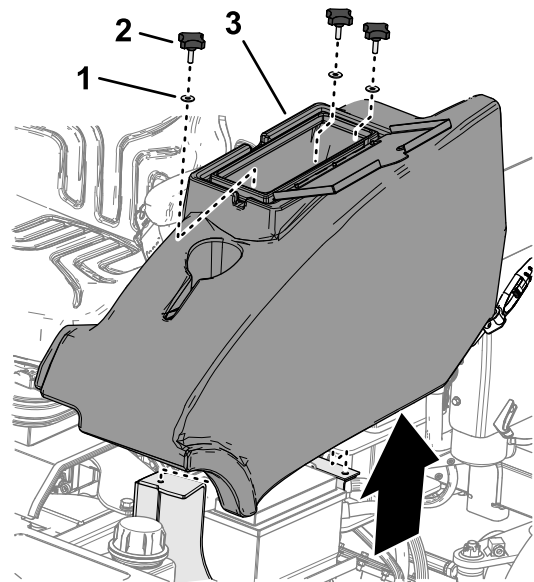

Bild 45
1. Öffnen Sie auf der linken Seite der Bedienerplattform die Klappe zum Ablagefach (**Bild 45**).
2. Entfernen Sie die drei Handräder und die drei Unterlegscheiben, mit denen das Ablagefach an der Maschine befestigt ist, und nehmen Sie das Ablagefach heraus (**Bild 45**).